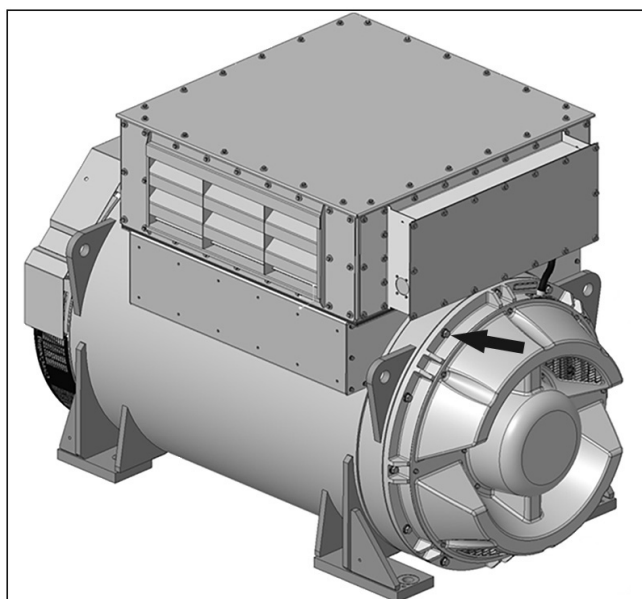

РИС. 18. ИНСТРУКЦИИ ПО СНЯТИЮ И УСТАНОВКЕ КРЫШКИ ВОЗДУХОЗАБОРНИКА
1. Снимите крышку воздухозаборника, ослабив 14 болтов М8, чтобы получить доступ к крепежным винтам опоры ротора. См.: Рис. 18 на стр. 33.
1. Снимите крышку воздухозаборника, чтобы получить доступ к резьбовым заглушкам опоры ротора для транспортировки. См.: Рис. 18 на стр. 33.